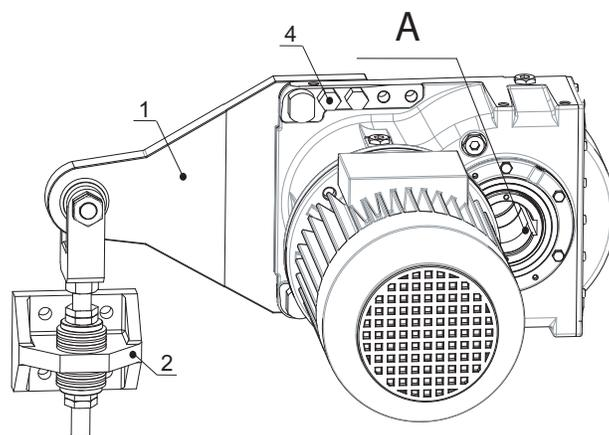

Fig. 8
Anclar el brazo de reacción a la estructura de la máquina (pos. 2) y apretar con tornillos de fijación (clase mínima recomendada 8.8) aplicando un par de apriete como se indica en la Tabla 4: Pares de apriete (p. 19) (ver Fig. 8 (p. 21)).